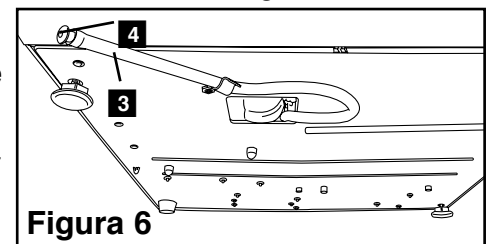

Figura 6
2. Utilize o tubo de drenagem (ver secção 3.5 Ferragem da bomba, Figura 6) para esvaziar o conteúdo do reservatório para dentro do recipiente de água.